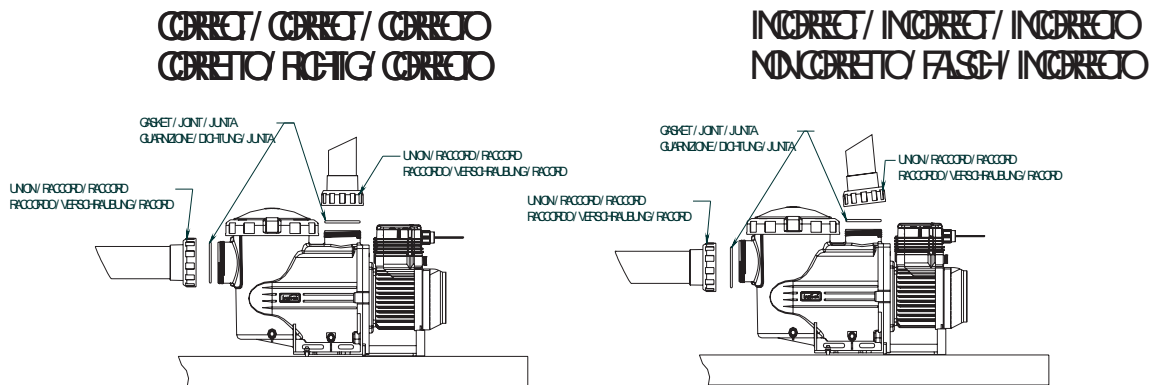

Abb. 3
- Um die ordnungsgemäße Funktion der Pumpe sicherzustellen, füllen Sie den Pumpenvorfilter an, bis Wasser durch die Saugleitung aufsteigt (Abb. 3).